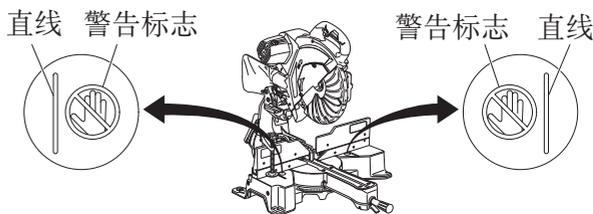

图 10
- 使用工具时切勿使四肢进入警告标志旁边的线内 (见图 10), 否则可能发生危险。